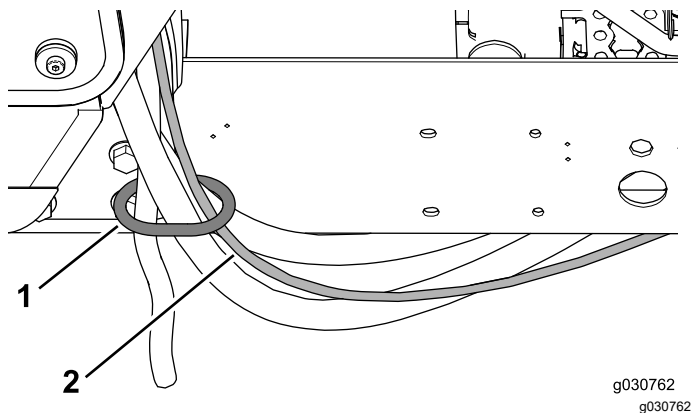

Figura 47
- Encaminhe o tubo de lavagem através do anel dos tubos na montagem da cabine traseira (Figura 47).